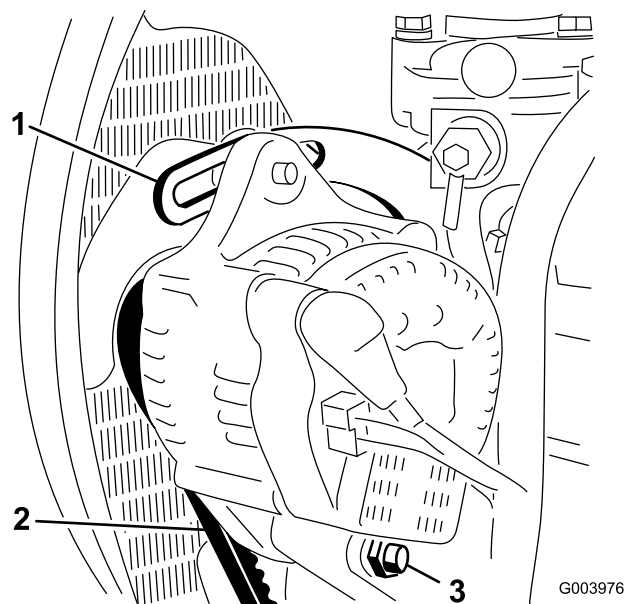

Figure 63
2. Contrôlez la tension de la courroie d'alternateur (Figure 63) en exerçant une force de 10 kg à mi-distance entre les poulies d'alternateur et de vilebrequin.
3. Desserrez le boulon de fixation du renfort au moteur (Figure 63), le boulon de fixation de l'alternateur au renfort et le boulon de pivot.